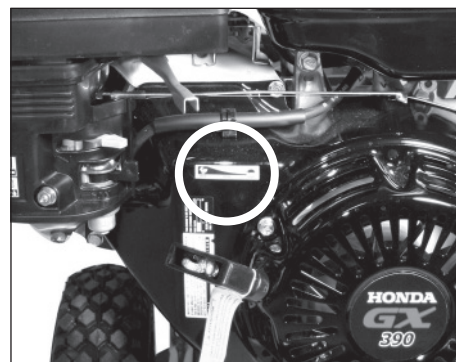

Figura 12 - Válvula reguladora
7. Abra la válvula de cierre de combustible moviendo la palanca a la derecha en la posición "ON". Cierre la toma de aire (si el motor está frío) moviendo la palanca de la toma de aire totalmente a la izquierda. Mueva el obturador totalmente a la izquierda a la posición de "Run" o "Rabbit". Gire el interruptor de encendido/apagado (ON/OFF) en la posición de encendido (ON) (vea Figura 12).